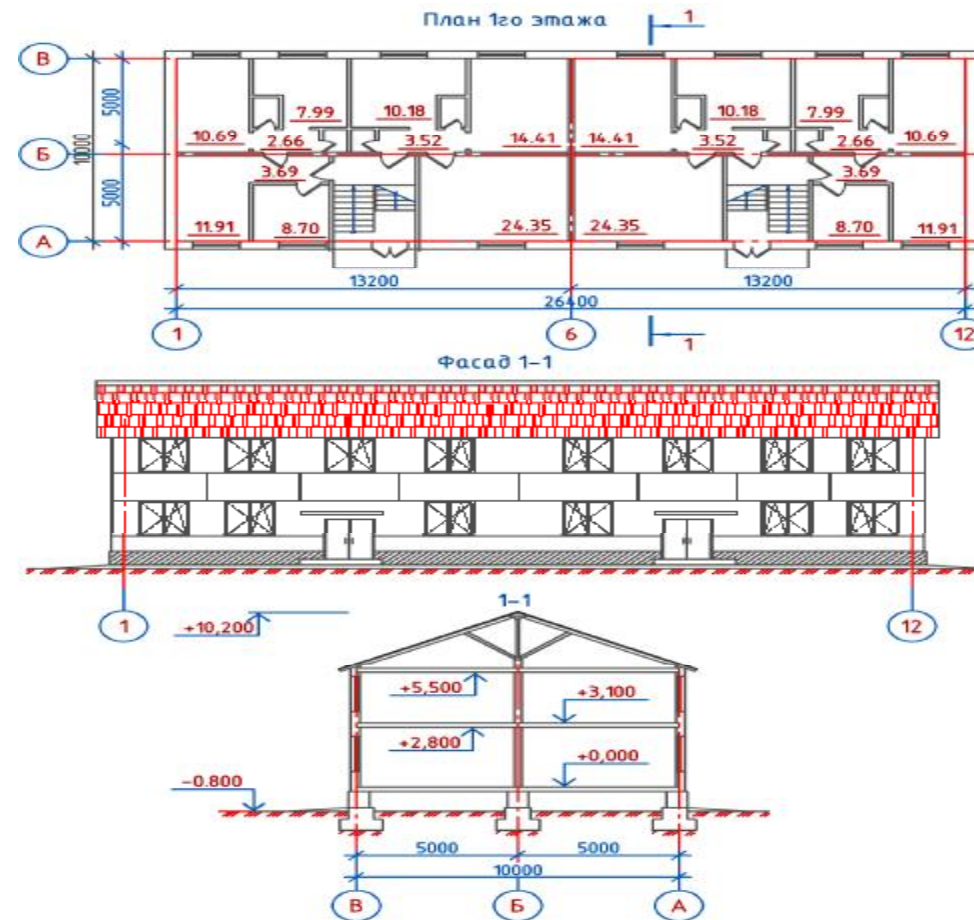

Рис. 6. Двухсекционный двухэтажный 8-квартирный крупнопанельный жилой дом
7. Выполнить конструктивную схему панельного здания по рис. 6. Выполнить схему расположения элементов перекрытия и спецификацию.